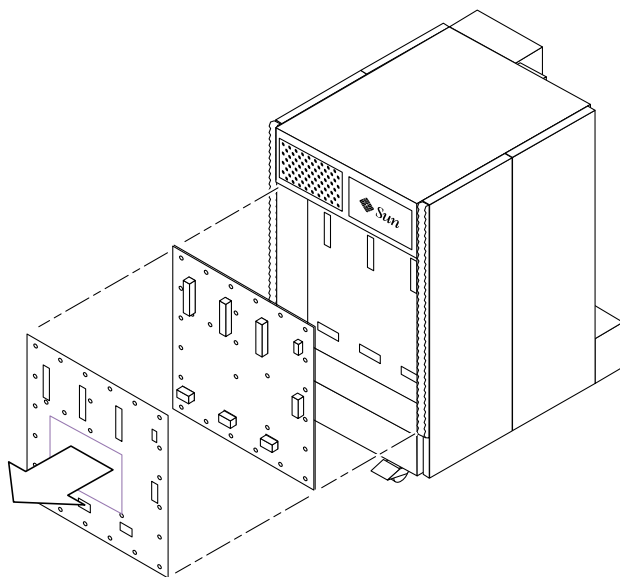

図 12-26 センタープレーンおよび絶縁体の取り外し — Sun Fire 4800 システム
12. 絶縁体およびセンタープレーンを同時に取り外します (図 12-26)。
2. 内側のフランジにある 3 本のガイドピンで、絶縁体およびセンタープレーンの位置を調整します (図 12-26)。